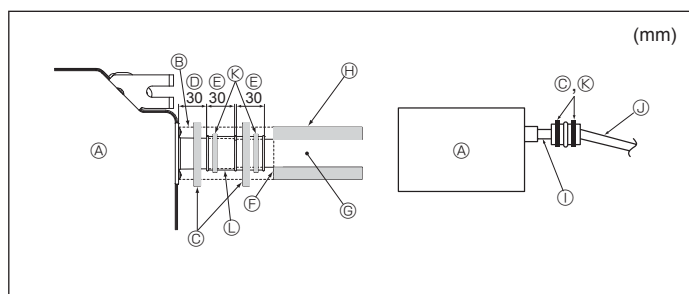

Fig. 3-5
- ① Udv. dia.  $\varnothing 38$  PVC-RØR til grupperet rørføring. (9 mm isolering eller mere)
1. Tilslut drænmuffen (følger med enheden) til drænporten. (Fig. 3-5)